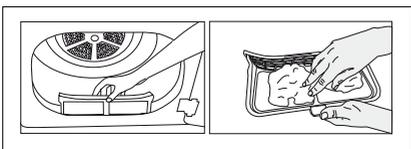

Bild 2
- 2.b) Om produktens skyddsfilter är så som visas i bild 2, tar du bort filtret genom att dra det uppåt.